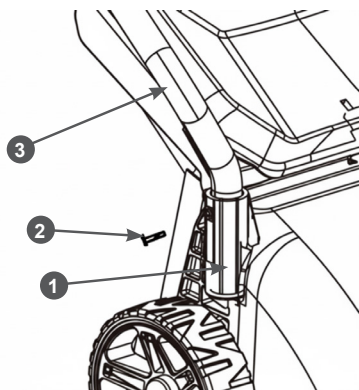

Рис. 5. Установка рабочей рукоятки
4. Зафиксируйте рабочую рукоятку в кронштейнах, вкрутив винты 2 (Рис. 5).